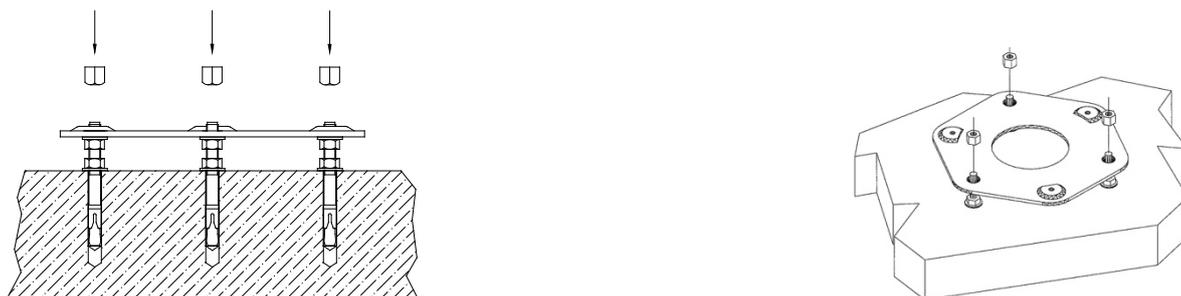

Abb.6
5. Setzen Sie den Sockel auf die Dübel. Prüfen Sie mit einer Wasserwaage, ob der Sockel waagrecht liegt. Sollte der Sockel nicht waagrecht liegen, können die Sechskantmutter gedreht werden, um die Sockelhöhe anzupassen (Abb. 6).